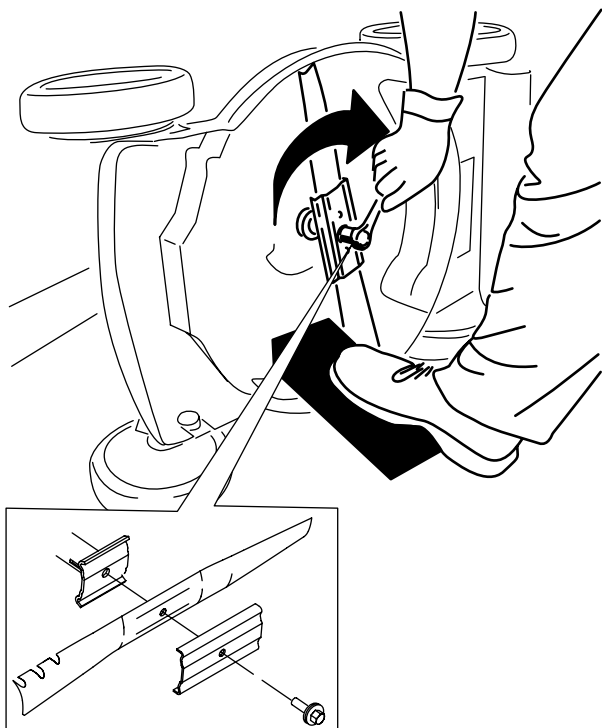

Figura 23
5. Instale lâmina nova e todo o equipamento de montagem (Figura 23).